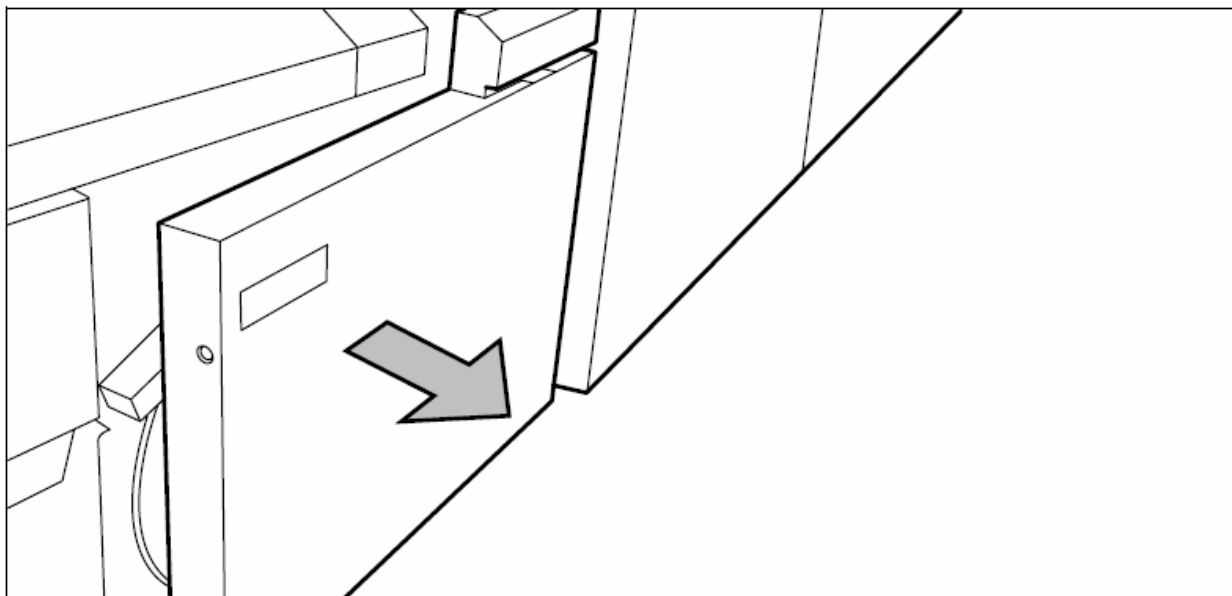

Рисунок 151. Открывание передней дверцы модуля окантовки
1. Откройте переднюю дверцу модуля окантовки (смотрите рисунок 151).